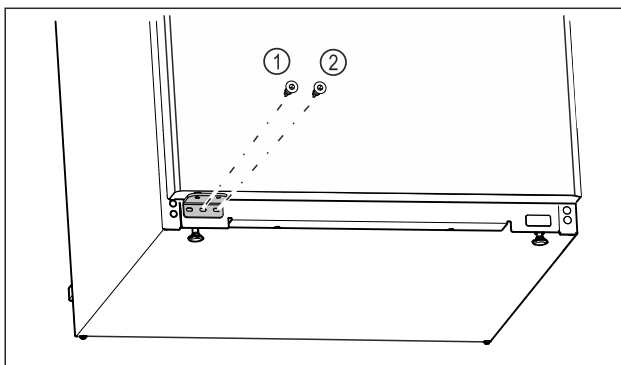

Fig. 26
- Keerake laagripuki keskmine kruvi Fig. 26 (1) kruvikeerajaga Torx 20 kinni.
- Keerake laagripuki sisemine kruvi Fig. 26 (2) kruvikeerajaga Torx 20 kinni.